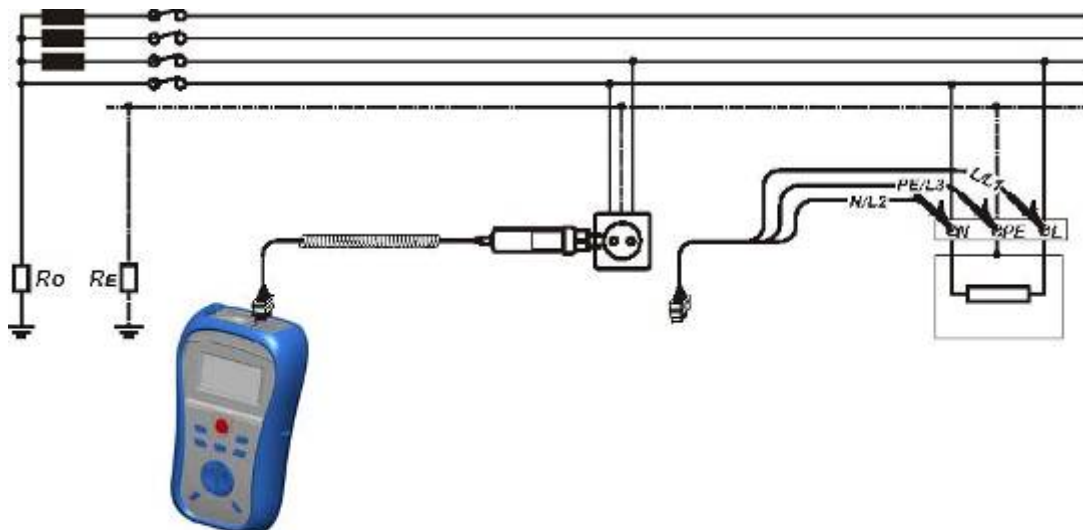

Рисунок 5.9: Подключение измерительного кабеля с вилкой и универсального измерительного кабеля
- **Подключите** измерительные провода к испытываемой установке (см. рисунок 5.9).